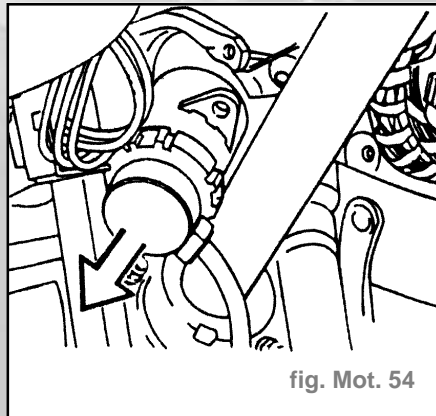

fig. Mot. 54
- Sortir le transmetteur de pédale d'accélérateur en le faisant passer entre la colonne de direction et la pédale de frein (fig. Mot. 54).